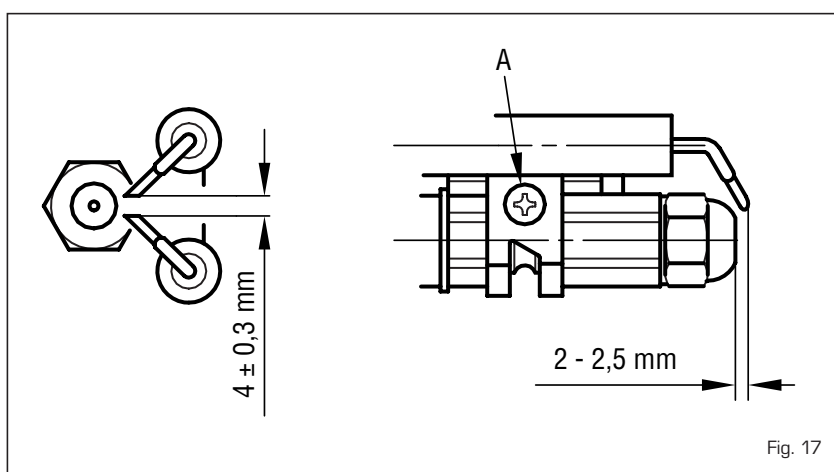

Fig. 17
Per effettuare la pulizia della testa di combustione procedere come segue (fig. 17):
- Allentare la vite di fissaggio (A fig. 17) del supporto elettrodi e sfilarlo.